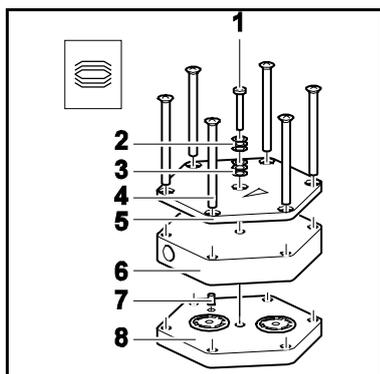

Fig. 10 : Monter la tête de pompe
1. Sur le raccordement pneumatique des têtes (3), desserrer les écrous-raccord (2) à la main. Tourner le raccord à visser coudé (1) de la tête de pompe (4) dans le sens inverse des aiguilles d'une montre jusqu'à ce que le tuyau de raccordement puisse être retiré.
2. Sur les deux têtes de pompe, repérer d'un trait continu au feutre la plaque supérieure (fig. 10/5), le couvercle de tête (fig. 10/6), la culasse (fig. 10/8) et le support de membrane. Cela évite ainsi un montage erroné ultérieur des pièces.
6. Mettre en place la/les vis (1) au milieu de la plaque supérieure (5) avec les rondelles Belleville (2, 3). Veiller alors à ce que les rondelles Belleville soient correctement disposées (voir fig. 10).
7. Serrer la/les vis (1) jusqu'à ce que la tête de vis soit au ras de la surface. Fixer la/les vis avec un demi-tour supplémentaire (couple de serrage: 25 Ncm).